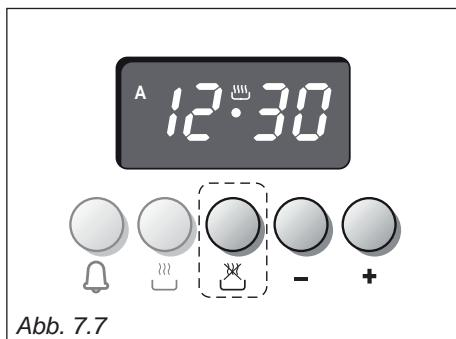

Abb. 7.7
2. METHODE: Programmierung des Garzeitendes (Abb. 7.7)